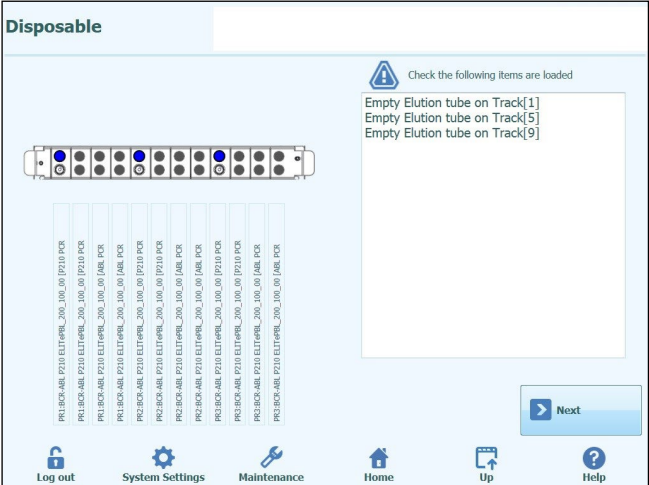

Figura 12
Verificare che il puntale (1) e il perforatore (3) siano posizionati come mostrato nella figura sottostante (Figura 12).